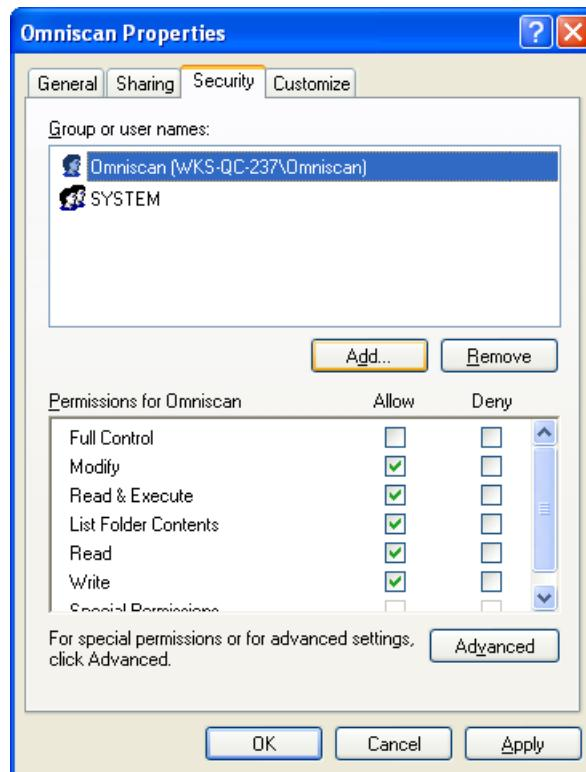

Рис. 7-19 Параметры безопасности для пользователя OmniScan
16. Во вкладке **Security** диалогового окна **Omniscan Properties** (см. Рис. 7-19 на стр. 220) выполните следующее: